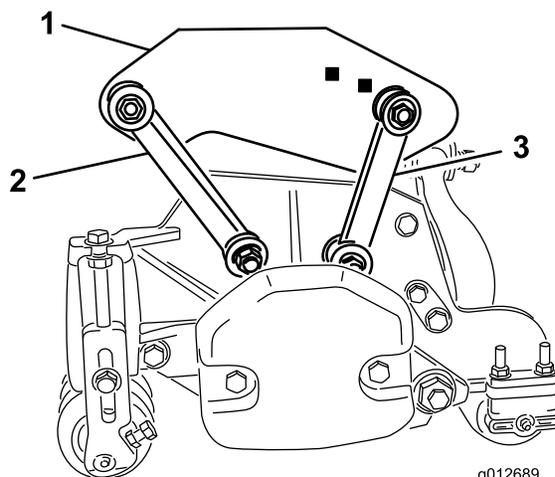

Figure 19
- Fixez les biellettes de montage avant dans les trous des bâtis porteurs au moyen d'un boulon ($3/8 \times 2-1/4''$), de 2 rondelles plates et d'un contre-écrou, comme illustré (Figure 19). Placez une rondelle de chaque côté de la biellette lors du montage. Serrez les fixations à 42 Nm.
- Fixez les biellettes de montage arrière dans les trous du bâti porteur arrière au moyen d'un boulon ($3/8 \times 2-1/4''$), de 2 rondelles plates et d'un contre-écrou, comme illustré (Figure 19). Placez une rondelle de chaque côté de la biellette lors du montage. Serrez les fixations à 42 Nm.